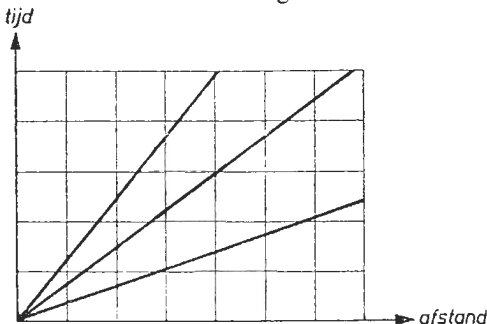

Fig. 11c
we nu de frequentie van de generatorspanning tot we bijv. 5 golven (punt d) zien, dan is de periodetijd van iedere golf 0,01 s. De afstand van twee willekeurige elkaar opeenvolgende „nuldoorgangen” is dan 0,5 cm; overeenkomende met 5 ms. Voor een aantal standen van de schrijfsnelheid kunnen grafieken worden samengesteld; fig. 11c geeft er enkele.
- Verhoog resp. verlaag de frequentie van de generatorspanning tot U geen geluid meer hoort. Meet in beide gevallen de trillingstijd aan de hand van de ijkgrafiek die in proef 11 is opgenomen (zie fig. 11c).
- Meet de trillingstijd (fig. 11c) en bepaal hieruit de frequentie. Bestudeer het oscillogram en merk op dat de amplitude langzaam kleiner wordt.